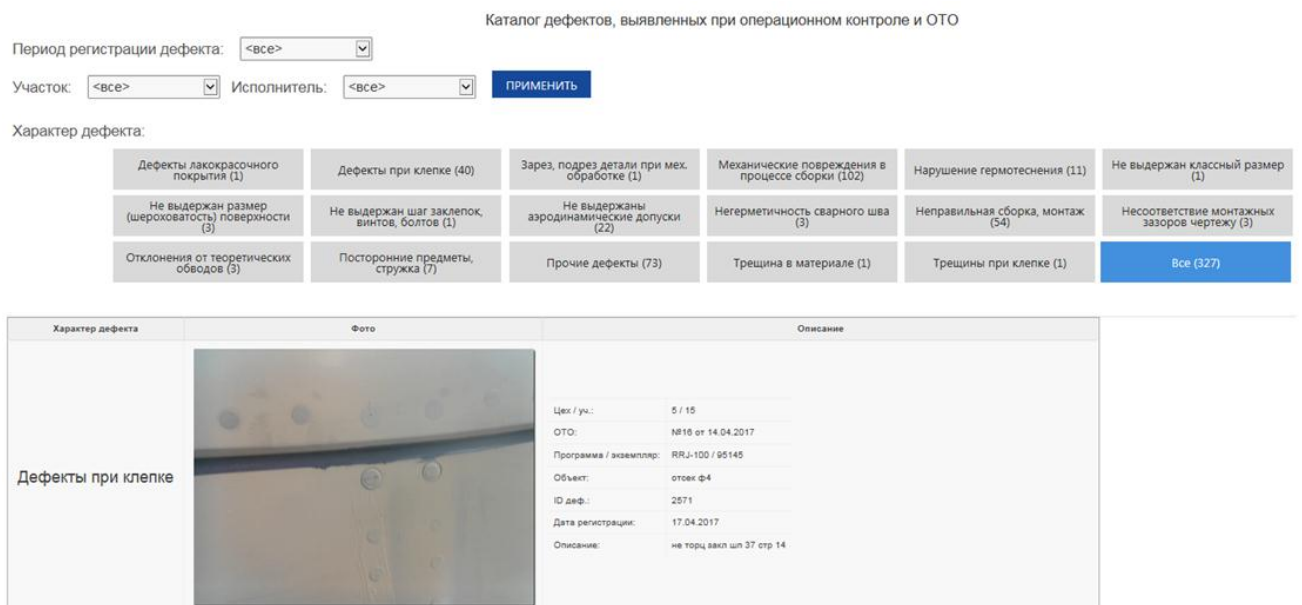

Рис.5 – Электронный каталог дефектов в системе iKiosk
3. В автоматическом режиме актуализируется электронный каталог дефектов с возможностью фильтрации по характеру дефектов, исполнителю, периоду регистрации (см. Рис.5).